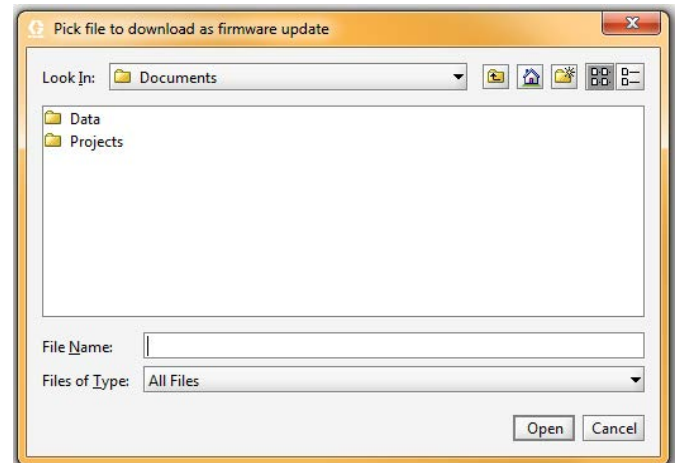

**ABB. 21. Aktuellen Job beenden**
**Aktuellen Job beenden** - beendet einen Job und fügt Material zum Verbrauchsbericht hinzu. Dieser Bildschirm fordert Sie zur Bestätigung auf. Siehe ABB. 21.